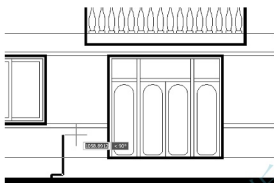

图 4.64 绘制台阶局部轮廓
② 在当前线宽为 0.0000，指定下一个点或 [圆弧(A)/半宽(H)/长度(L)/放弃(U)/宽度(W)]：提示下，输入 “W” 后按 Enter 键，指定要修改线宽。
- ③ 在指定起点宽度 $<0.0000>$: 提示下, 输入“50”。
- ④ 在指定端点宽度 $<0.0000>$: 提示下, 输入“50”。将多线的线宽由“0”改为“50”。打开【正交】功能并将光标垂直向上拖动。
- ⑤ 在指定下一个点或[圆弧(A)/半宽(H)/长度(L)/放弃(U)/宽度(W)]: 提示下, 输入“150”后按 Enter 键, 这样就画出台阶的高度 150mm。
- ⑥ 在指定下一个点或[圆弧(A)/半宽(H)/长度(L)/放弃(U)/宽度(W)]: 提示下, 将光标水平向右拖动, 输入“300”后按 Enter 键, 这样就画出台阶的宽度 300mm, 结果如图 4.64 所示。